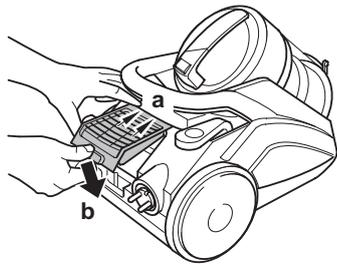

Abb. 36
7. Setzen Sie abschließend die Ausblasfilter-Abdeckung ein, indem Sie sie zuerst oben einhaken (Abb. 36/a). Arretieren Sie die Abdeckung durch kräftiges Drücken, bis sie hör- und spürbar einrastet (Abb. 36/b).